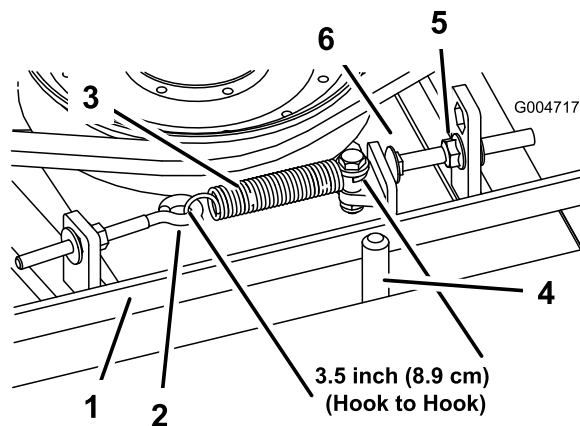

Figura 97
Cuando está correctamente tensado, la longitud del muelle de extensión (entre ganchos) debe ser de $8,9 \text{ cm} \pm 0,63 \text{ mm}$ aproximadamente (medida interior). Una vez que haya obtenido la tensión correcta del muelle, ajuste el perno de tope (perno de cuello cuadrado) hasta que quede aproximadamente $0,32 \text{ cm} \pm 0,152 \text{ cm}$ de holgura entre la cabeza del perno y el brazo tensor (Figura 97).
Nota: Asegúrese de que la correa está colocada en el lado del muelle de la guía de la correa (Figura 97).
2. Afloje el perno de ojal para poder retirar el muelle de extensión (Figura 97).
3. Afloje la tuerca con arandela prensada que fija el perno de tope a la pletina de montaje. Desenrosque la tuerca lo suficiente para permitir que el brazo tensor pase por el perno de tope (Figura 97). Aleje la polea tensora de la correa para aliviar la tensión de la correa.
8. Vuelva a conectar el muelle de extensión (Figura 97) al perno de ojal y tense la correa de la siguiente manera: